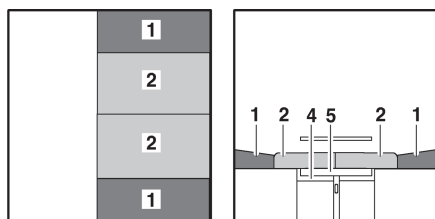

Fig. 118 Après la transformation
- Tirer les coussins d'assise (Fig. 118,2) vers le centre.
- Placer les coussins de dossier (Fig. 118,1) entre les coussins d'assise et la cloison.
- ▷ Suivant le modèle, il faut installer un coussin supplémentaire à la place du second coussin de dossier (Fig. 118,1).